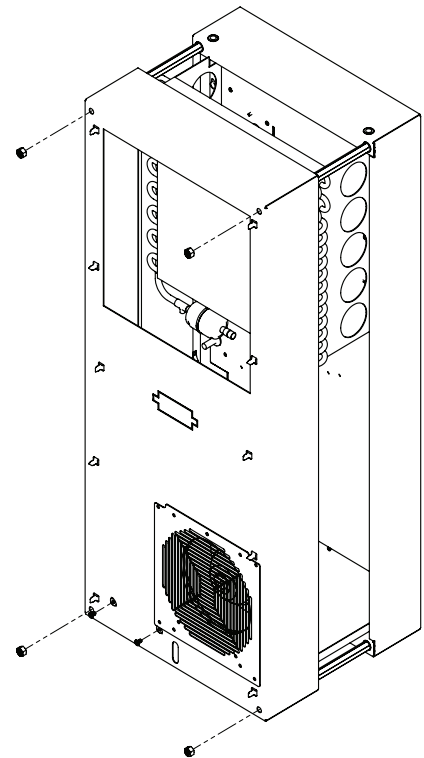

Figura 4
4. Allentare i quattro dadi sul pannello anteriore e tirare il corpo del pannello in avanti di 5 cm circa. Vedere Figura 4 a pagina 9.